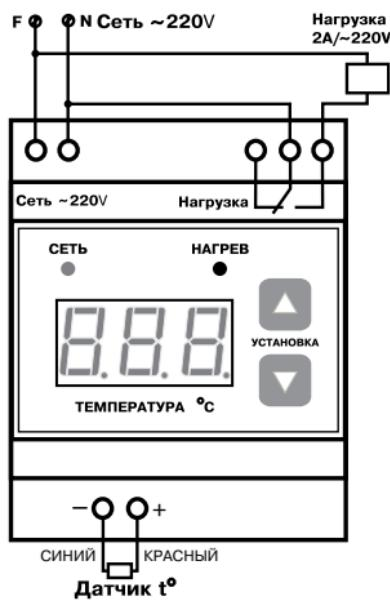

Рис.2 Схема подключения терморегулятора
6.2. Установить и закрепить датчик температуры на предназначено для него место в системе. Нагрев корпуса датчика при монтаже не должен превышать его максимальную рабочую температуру. Подключить датчик к соответствующим клеммам на корпусе проводами сечением 0.5-0.75 мм^2 необходимой длины, обращая особое внимание на полярность подключения (см. Рис.2). При длине провода более 10 метров желательно использовать для подключения датчика провода свитые в пары (не более 50 метров).
6.3. Подключить элементы схемы коммутации и сигнализации в соответствии с Рис.2 к клеммам на корпусе терморегулятора, применяя провода и кабели с рабочим напряжением не ниже 380 В и рабочим током, обеспечивающим безопасную эксплуатацию системы.